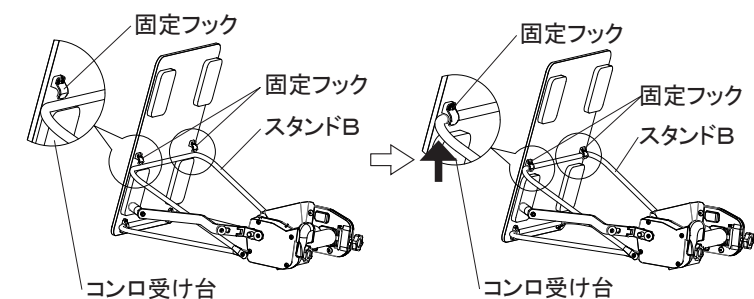
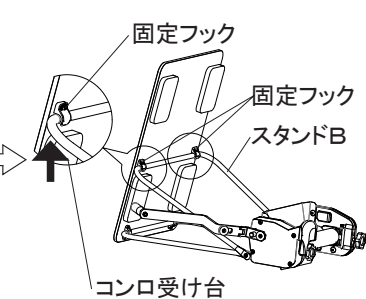

図5
図6
3. スタンドBを図5のように固定フックとコンロ受け台の間まで押し下げてから、図6の矢印のように固定フックの奥まで差し込んでしっかり固定してください。